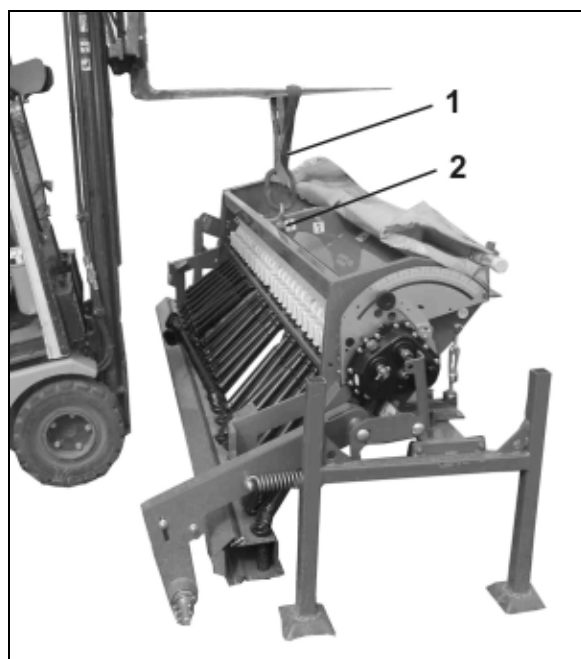

Fig. 17
3. De machine aan de hijsband (Fig. 17/1) van het hefwerktuig vastmaken.
Gekenmerkte hijsogen (Fig. 17/2) op de machine gebruiken!